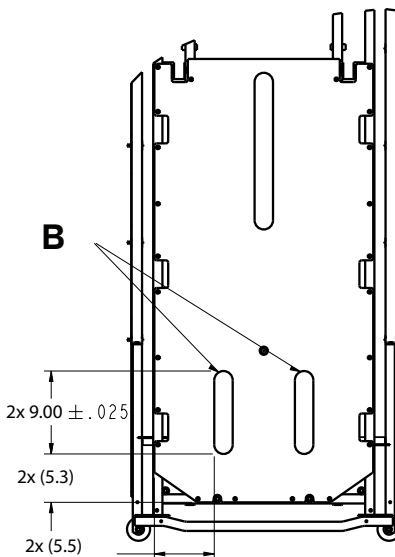

Figur 1 – Applicera Velcro®:n på Fowler
6. Ta bort bakstycket på Fowler **Velcro®** (A) och applicera **Velcro®**:n på Fowlers yta (Figur 1).